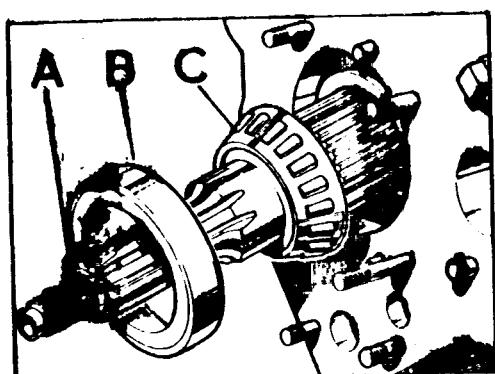

Fig. C-34 Cojinetе trasero del eje de salida
- 1.3. Utilizando un mazo, se empujará el eje de salida, A, hacia atrás para poder retirar la pista exterior del cojinete trasero, asegurándose que las ranuras del eje no entren en contacto con el cárter, para evitar su deterioro (Fig. C-34).